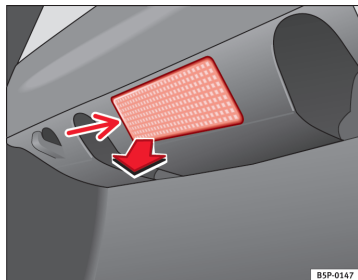

Fig. 174 Bagagerumslys
- Tag lampens glas af ved at trykke på den nederste kant pil med en skruetrækker ⇒ Fig. 174.